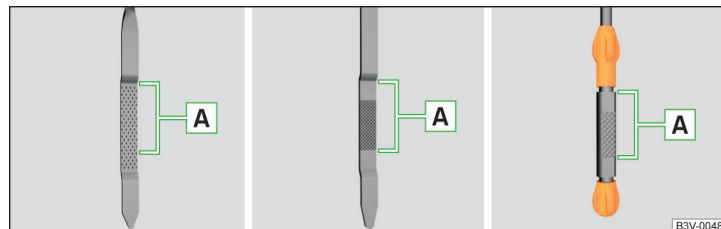

Fig. 234 Variante de joje de ulei
Nivelul de ulei trebuie să se situeze în zona  » fig. 234. Dacă nivelul de ulei este sub zona , completați ulei.
- Nivelul uleiului nu trebuie să fie în niciun caz în afara zonei **A** » fig. 234 - în caz contrar există pericolul deteriorării motorului, precum și a instalației de evacuare a gazelor arse.